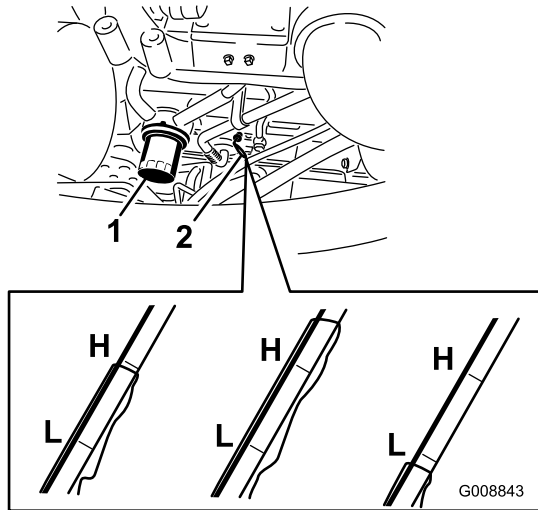

Bild 59
2. Entfernen Sie den Peilstab, wischen ihn ab und führen ihn wieder in das Rohr ein; ziehen Sie ihn dann wieder heraus (Bild 59).
3. Entfernen Sie den Ölfilter (Bild 59).